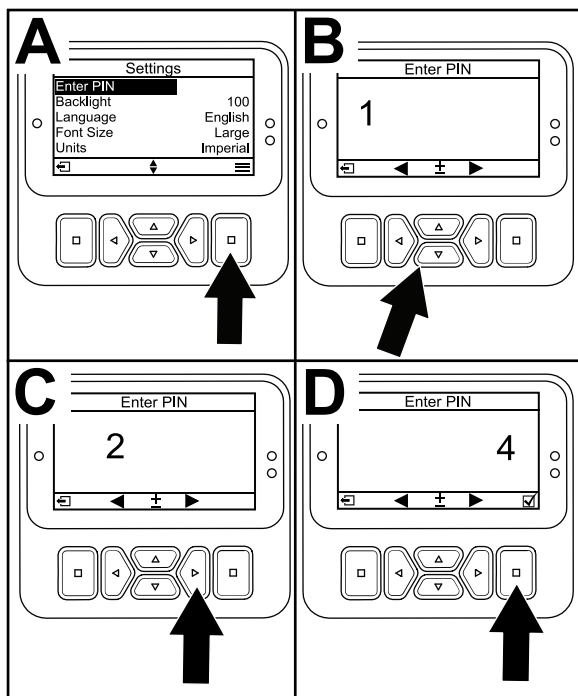

Bild 26
- Drücken Sie für die Eingabe des PIN-Codes die auf/ab Navigationstasten Bild 26, bis die erste korrekte Ziffer angezeigt wird; drücken Sie dann die rechte Navigationstaste Bild 26, um auf die nächste Ziffer (B und C) zu gehen. Wiederholen Sie diesen Schritt, bis Sie die letzte Ziffer eingegeben haben.